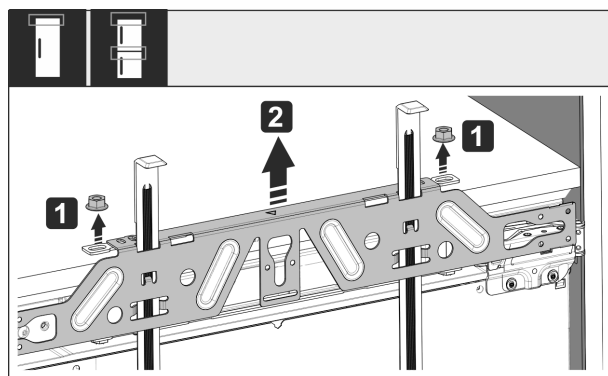

Fig. 56
- Loosen locknuts Fig. 56 (1).
- Remove crosspiece Fig. 56 (2).